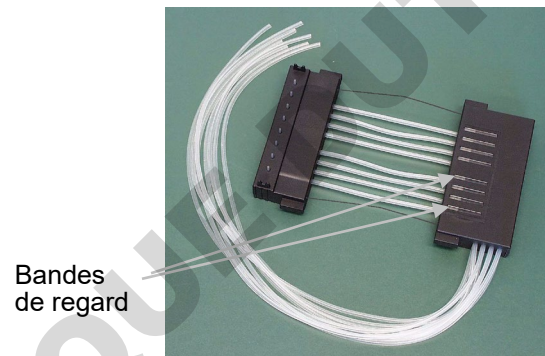
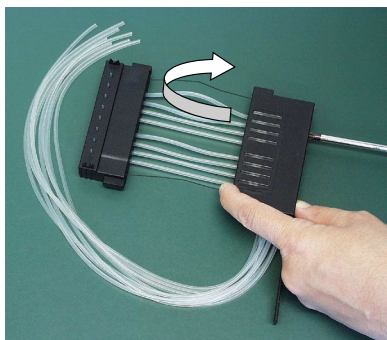

Figure 5-52. Cassette de distribution avant étalonnage
Figure 5-53. Étalonnage préalable de la cassette de distribution
17. Tournez la cassette de distribution de sorte que les huit bandes de regard soient visibles (Figure 5-52). Observez les huit bandes de regard dans la partie supérieure de la cassette de distribution. Vous remarquerez que les tubes ne sont encore étalonnés. Ouvrez d'abord le cache des vis d'étalonnage. Pour l'étalonnage préalable de la cassette de distribution, ajustez les fixations de tube dans les bandes de regard à peu près sur le milieu avec un tournevis hex (Figure 5-53).